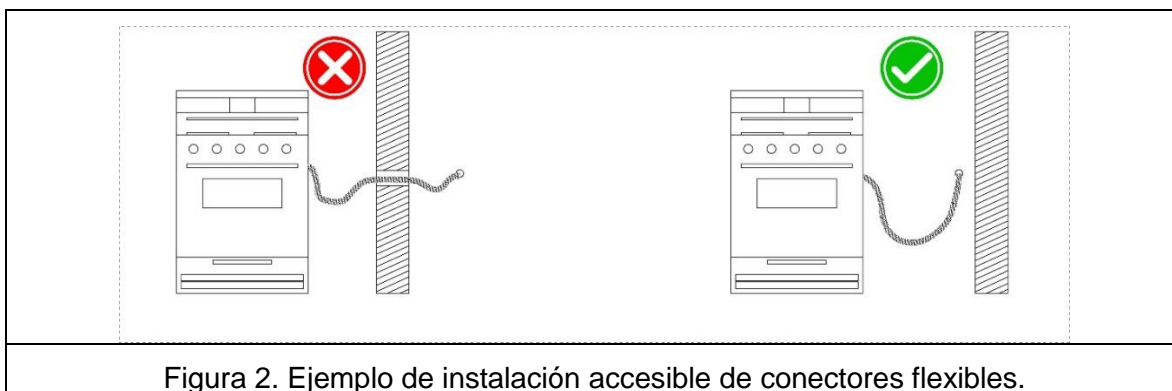

Figura 2. Ejemplo de instalación accesible de conectores flexibles.
1.2.1.3 Los conectores flexibles NO deben de estar ocultos en (ni atravesar) paredes, suelos o paneles. Estos son de uso exclusivo en lugares accesibles. (Ver Figura 2)